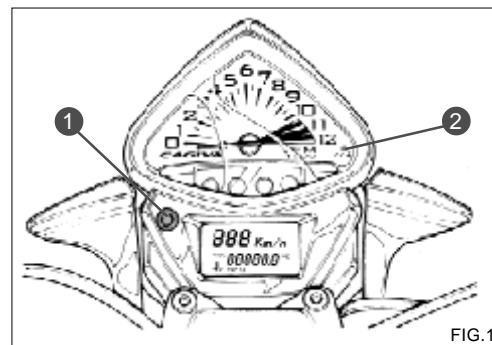

FIG.1
Cuando la temperatura supera los 120°C el testigo 2 de la fig. 1 centellea; En este caso, para evitar posibles daños al motor por efecto del sobrecalentamiento, es aconsejable pararse, apagar el motor y no volverlo a encender hasta que la temperatura del líquido de refrigeración no descienda por debajo de 120°C.
Si cuando el motor está encendido la señal (2) se enciende y en el tablero se visualiza el indicador "OIL" de manera intermitente, hay que controlar que el nivel del aceite del motor se encuentre entre los valores MIN y MAX (ver pag. 77 fig. 1) y en el caso que no sucediere proceder al llenado de aceite.